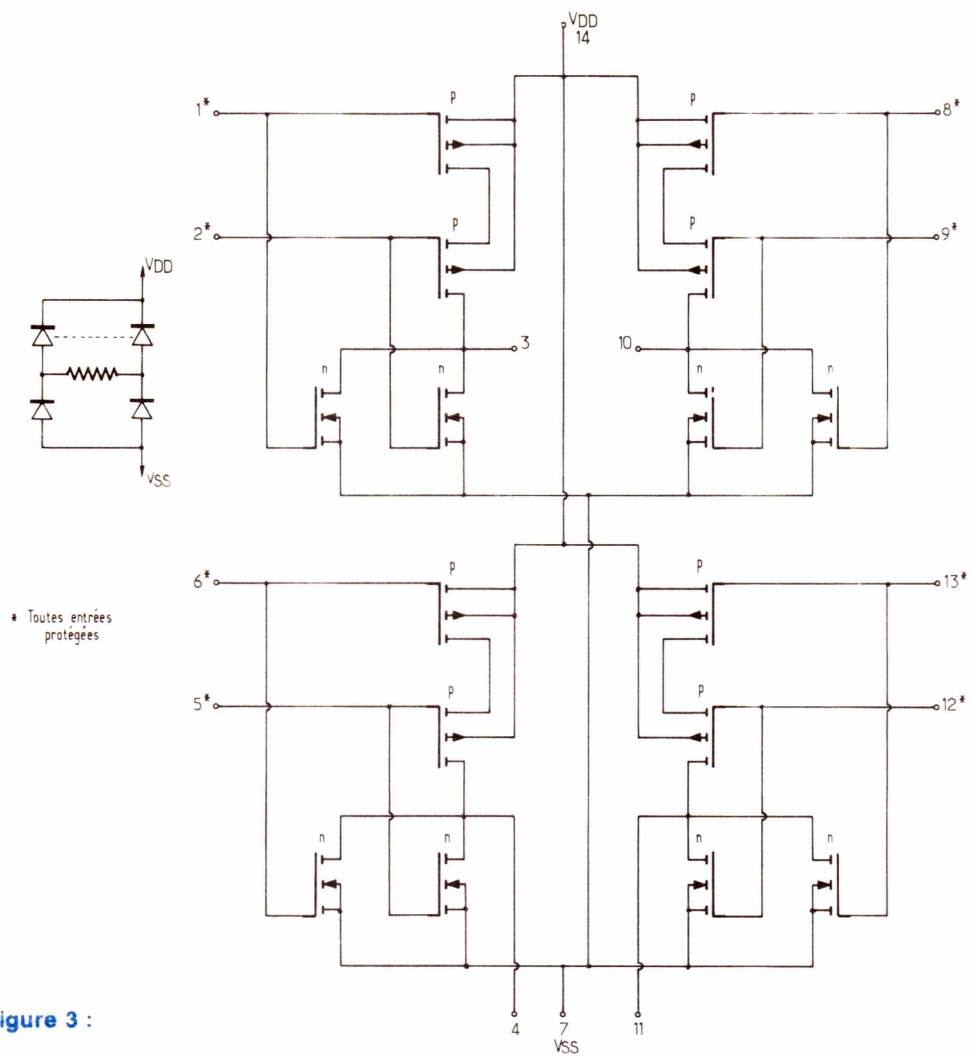

Figure 3 :
b) LE 4001 ET LE 4011 Ce sont respectivement de classiques portes Nor et Nand de technologie COS-MOS dont nous trouverons le schéma interne aux **figures 3 et 4**.